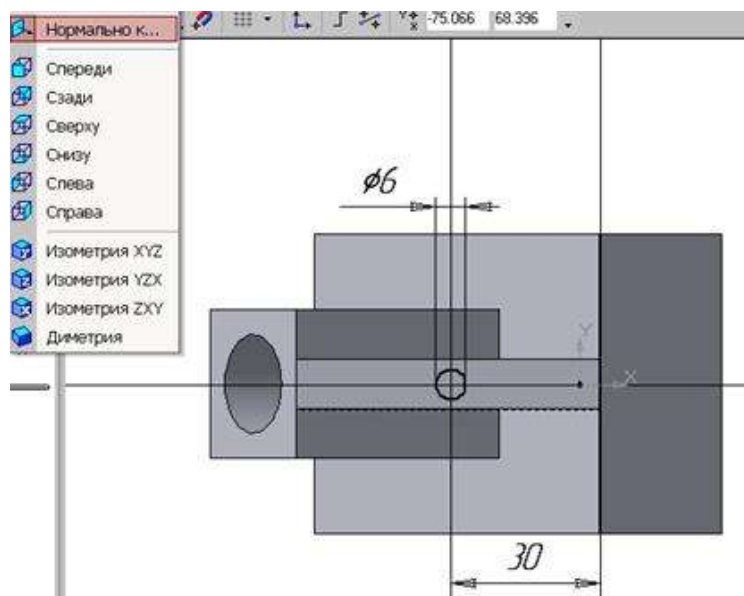

Рис.38 Эскиз отверстия
7. Для поочередного вырезания выдавливанием на глубину 15 мм двух отверстий, расположенных на ребрах жесткости, построим эскизы – окружности радиусом R3 мм. Указав наклонную плоскость, на которой будет вычерчиваться эскиз, выберем ориентацию – Нормально к (рис.38).